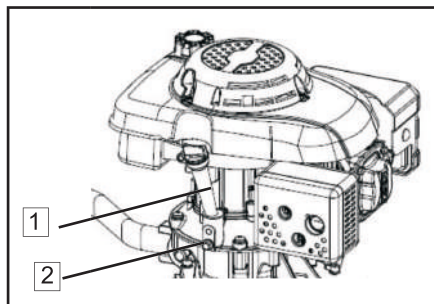

Рис. 15
4. Открутите сливной болт (позиция 2, Рис. 15) и слейте отработанное моторное масло в емкость.